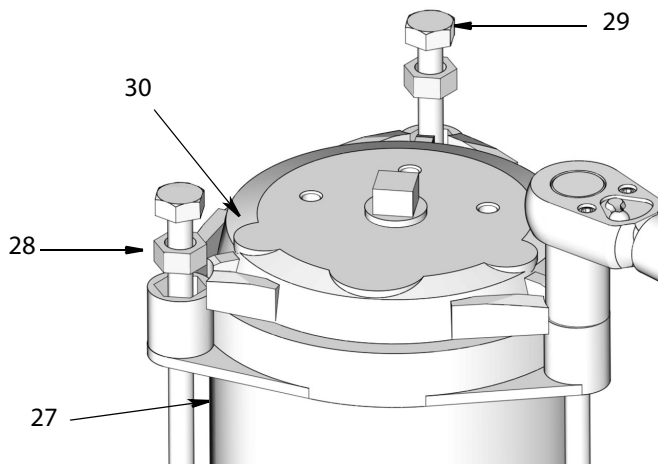

Рис. 13
9. Крышка (30) нагружена пружиной. Используйте свою руку для приложения давления на крышку. Одновременно, используйте гаечный ключ для ослабления затяжки и извлечения стяжных стержней (29).
Ослабляйте затяжку стержней крест-накрест, соблюдая осторожность с постепенным ослаблением затяжки каждого стержня до тех пор, пока все стержни не будут полностью освобождены. Извлеките стяжные стержни (29) и распорные детали (28). См. Рис. 13.
10. Снимите крышку (30) и извлеките пружину (25) из резервуара (27) (Рис. 13).